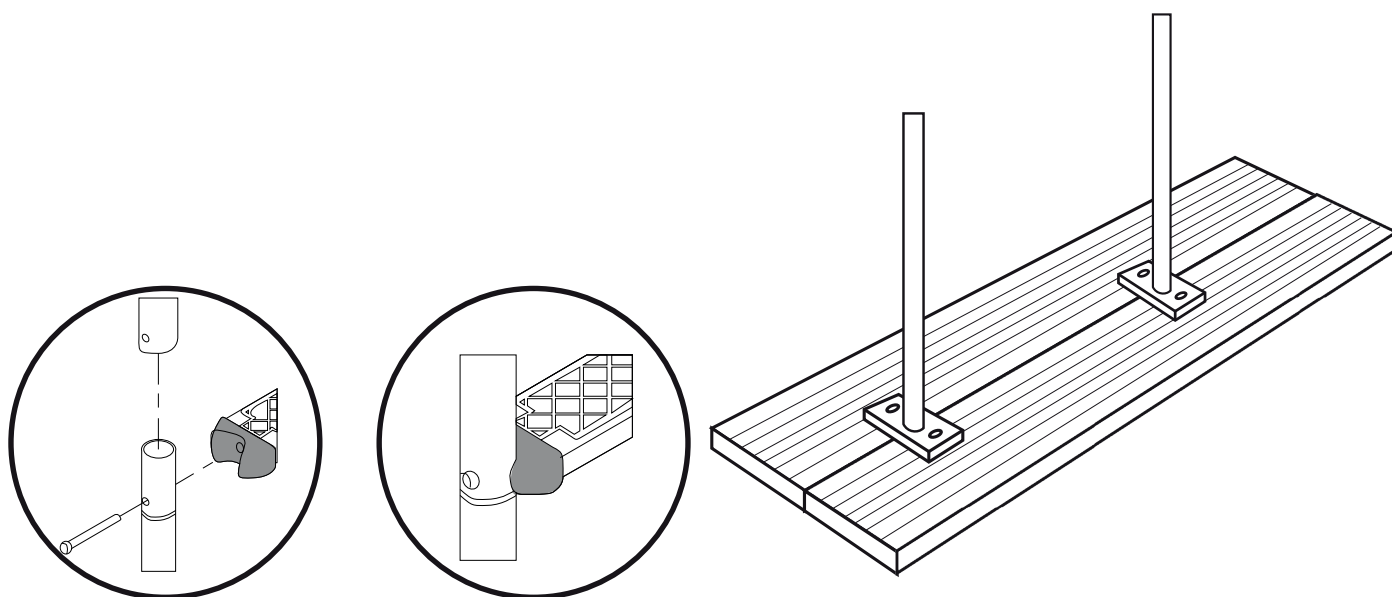

Fig. 21
A.- Assemblare i corrimano superiore (1) e inferiore (10) tramite l'incastro, fissandoli insieme ai gradini (9) e collegandoli ai corrimano con le viti (11), i dadi (8) e le rondelle (7) corrispondenti. (Fig.21) **B.-** Montare i fermacorrimano (12) per evitare che la scala possa danneggiare la piscina. **C.-** Dopo aver assemblato la scala, posizionarla sulla piscina e praticare quattro fori Ø9mm utilizzando la piastra come dima. **D.-** Fissare la contropiastra (6) impiegando le viti (3), le rondelle (4,7) e i dadi (8) con la chiave da 12-13. (Fig.22) **E.-** Installare le coperture decorative (2).